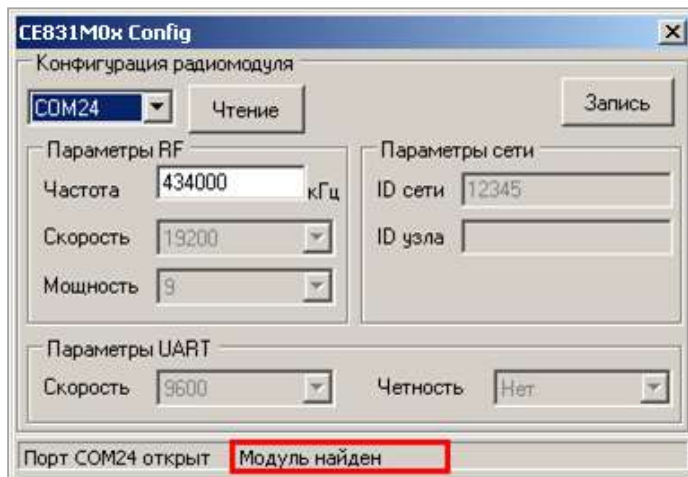

Рисунок 16 – Строка статуса после установления связи с радиомодулем
5.3.2.5.13 Подать питание на счетчик, при этом в строке статуса должна появиться надпись, «Модуль найден» (см. рисунок 16). В случае если модуль не
5.3.2.5.14 После того, как связь с радиомодулем счетчика установлена, частоту радиоканала радиомодуля можно изменить (если требуется). Для этого необходимо ввести новое значение частоты в соответствующее поле ввода (см. рисунок 16).